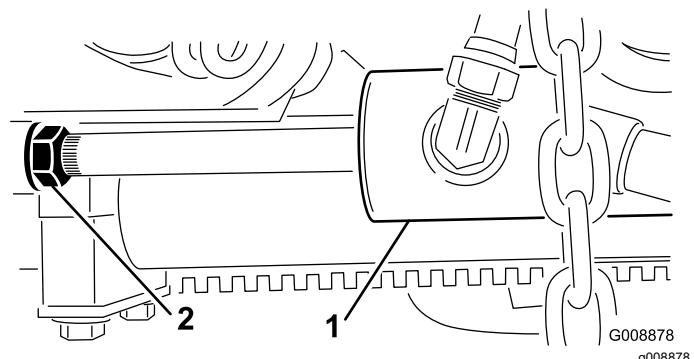

Bild 13
- B. Drehen Sie die Klemmmutter am Zylinder heraus (Bild 13).